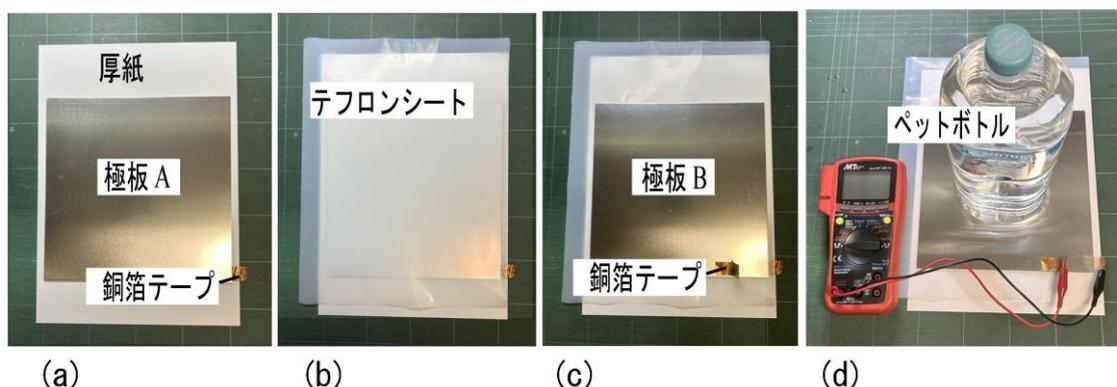

図 1-2
- ① 1 辺 20.0 cm、厚さ 2.00 mm の極板 A および極板 B を平行平板コンデンサーとして用いる。各極板の銅箔テープはアルミ板と電気的に導通している。アルミ板の縁は鋭いため、手を切らないよう注意すること。
- ② 極板 A を、銅箔テープ側を下にして厚紙の上に置く(図 1-2(a))。その上にテフロンシートを置き(図 1-2(b))、さらにその上に極板 B を、銅箔テープ側を上にして重ねて置く(図 1-2(c))。極板 A と極板 B が完全に重なり合うように注意する。
- ③ 極板 B の上にペットボトルを載せて加重する(図 1-2(d))。
- ④ デジタルマルチメーター（以下、DMM と呼ぶ）のテストリード（赤）を V/Ω/Hz ジャックに、テストリード（黒）を COM ジャックにそれぞれつなぐ(図 1-2(d))。
- ⑤ 極板 A、極板 B それぞれの銅箔テープに、DMM の赤・黒 2 つのテストリード（ミノムシクリップ）を取り付けると、2 極間の電気容量を測定することができる(図 1-2(d))。銅箔テープは切れやすいので注意すること。切れた場合は、監督者に知らせなさい。